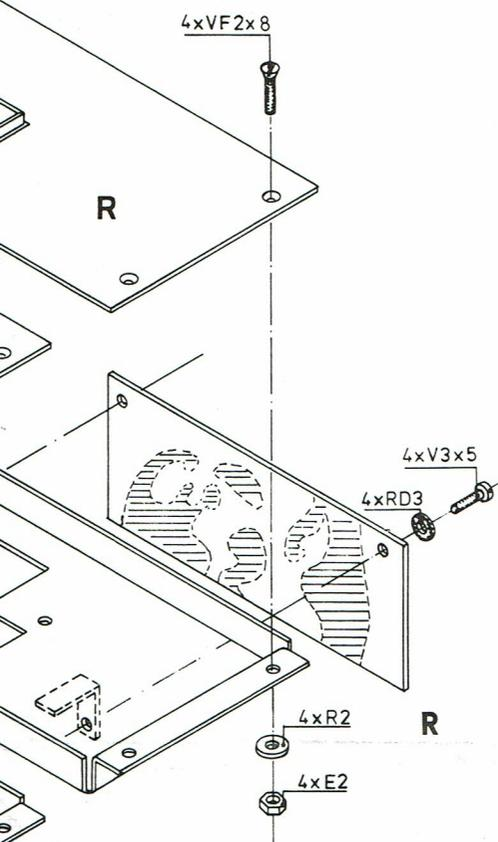

Fig. 4
6. Fixez les deux circuits imprimés sur les pattes de fixation (fig. 4).
imprimés sur les pattes de fixation (fig. 4).